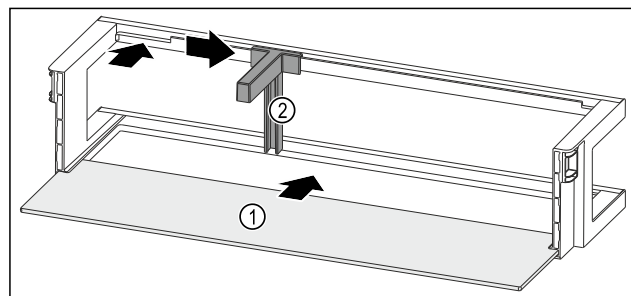

Fig. 56 Türabsteller mit Abstellfläche
- Abstellfläche Fig. 56 (1) in die seitlichen Einsparungen einschieben.
- Flaschenhalter Fig. 56 (2) in die Aussparung einsetzen.
- Flaschenhalter Fig. 56 (2) in gewünschte Position zur Seite schieben.